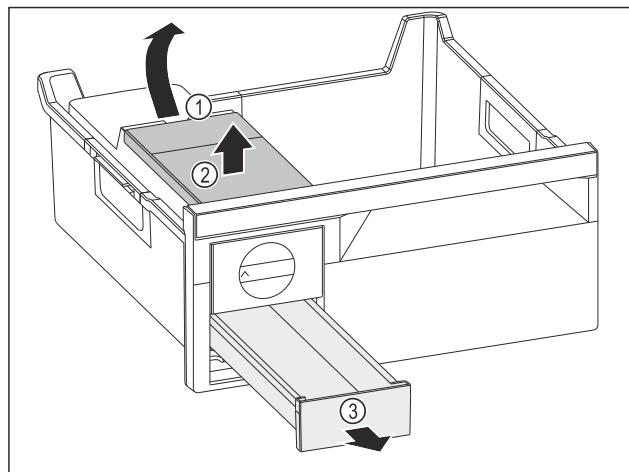

Fig. 77
- Fjern vanntanken: Løft opp vanntanken i fordybningen Fig. 77 (1).
- Fjern vanntanken Fig. 77 (2) ovenfra.
- Fjern isterningsskuff Fig. 77 (3) forfra.